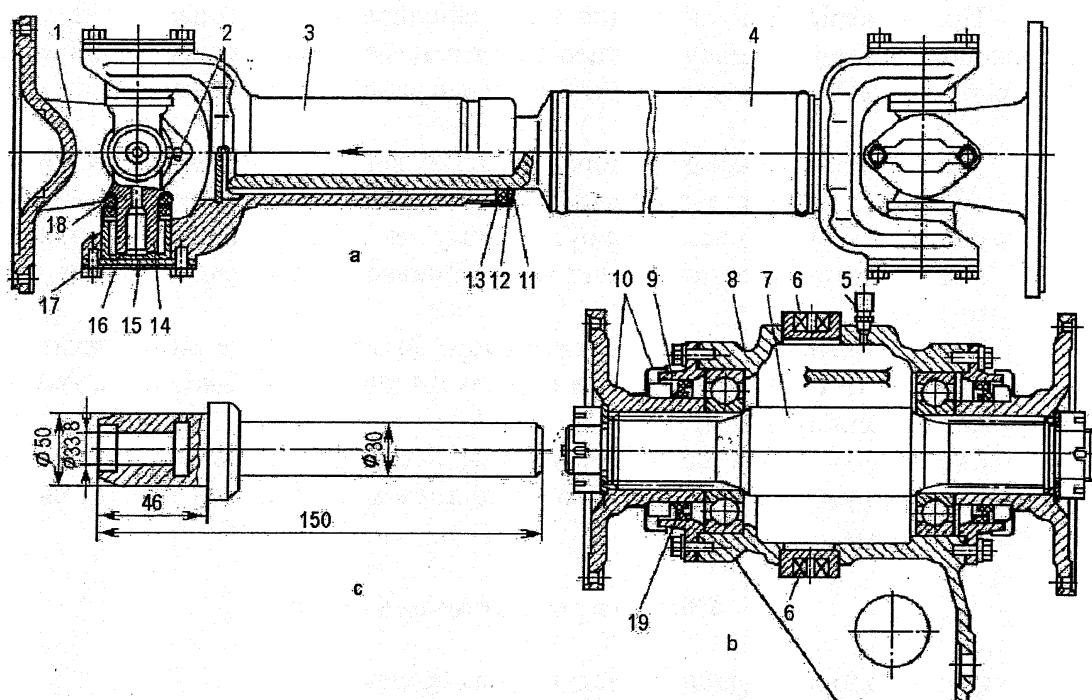

Рис. 27. Карданская передача:
Разборка карданных валов производится на стенде, а при его отсутствии – в тисках. Перед разборкой карданных шарниров отвинчивают обойму 11 (рис. 27), с вала снимают скользящую вилку 3, шайбу 12 и уплотнительное кольцо 13. После этого, закрепив вилку или вал, приступают к разборке карданного шарнира.
1. Завести крестовину в отверстия вилок, после чего напрессовать на шейки торцевые уплотнения 18. Для напрессовки торцевого уплотнения необходимо пользоваться специальной оправкой (см. рис. 27).